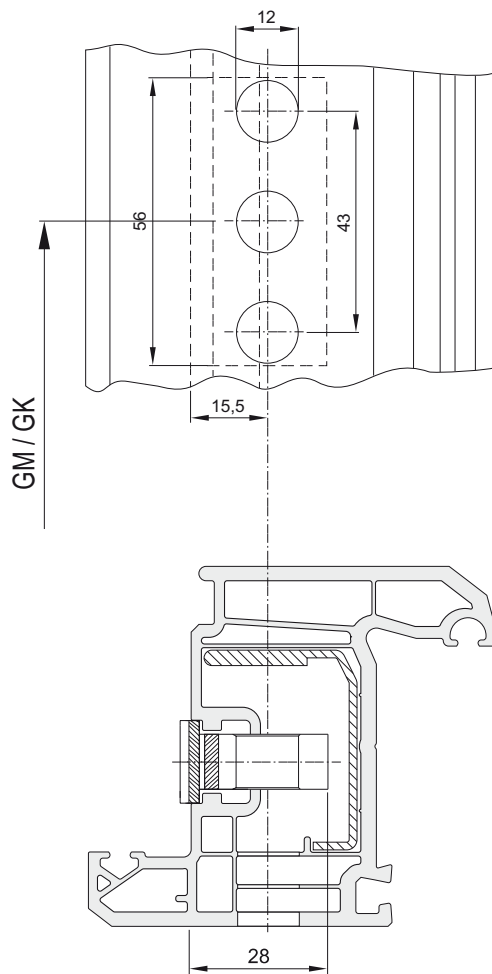

Рис. 3: Чертеж отверстий и паза для кассеты засова.
- Просверлить отверстия для кассеты засова (Рис. 3, \varnothing 12 мм) согласно чертежу.
Фрезерование паза для кассеты засова осуществляется со стороны фальца (Рис. 3).